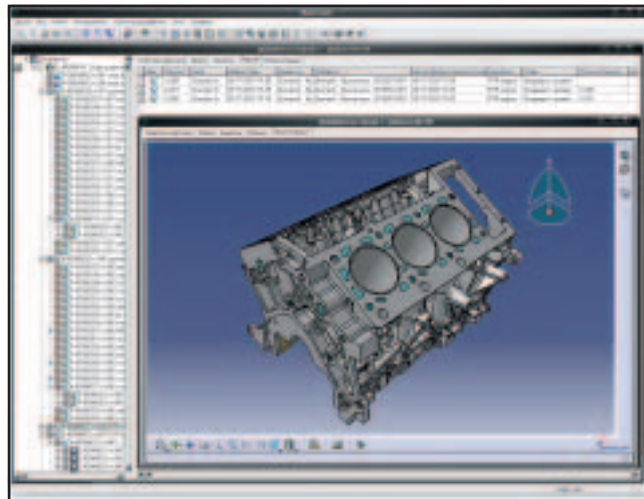

Рис. 3
2. Сохранение каждой ревизии документа и возможность продолжения проработки каждой сохраненной ревизии. На рис. 3 показано окно с различными версиями одного и того же документа.